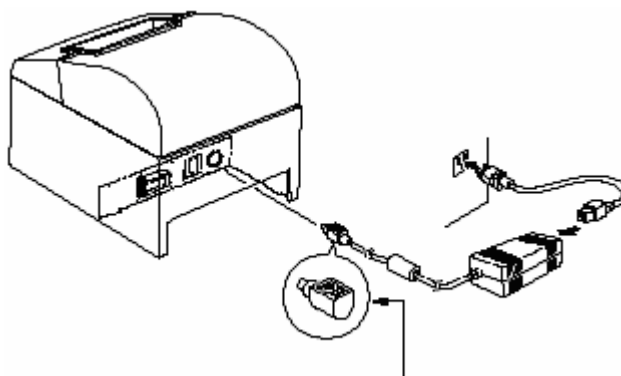

Рисунок 7.3 - Подключение сетевого адаптера к ККМ и электросети
7.1.3.2 Присоединить сетевой кабель к адаптеру переменного тока (Рисунок 7.3).
7.1.3.3 Подключить сетевой адаптер к соответствующему разъему на задней стенке ККМ (Рисунок 7.3).
7.1.3.4 Подключить сетевой кабель к электросети (Рисунок 7.3).
Примечание - При отключении кабеля питания следует тянуть за разъем кабеля (обведен на рисунке (Рисунок 7.3) кругом и указан стрелкой), а не за сам кабель, чтобы избежать повреждений разъема.